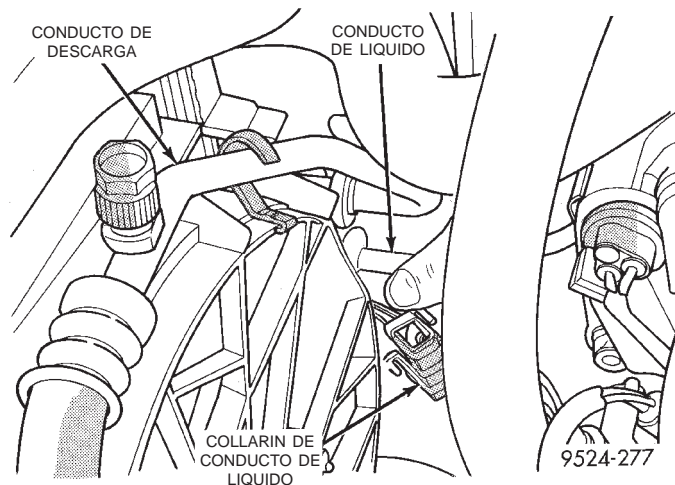

Fig. 61 Desmontaje del collarín
(2) Retire el collarín de conexión rápida del A/A en el condensador (Fig. 61).